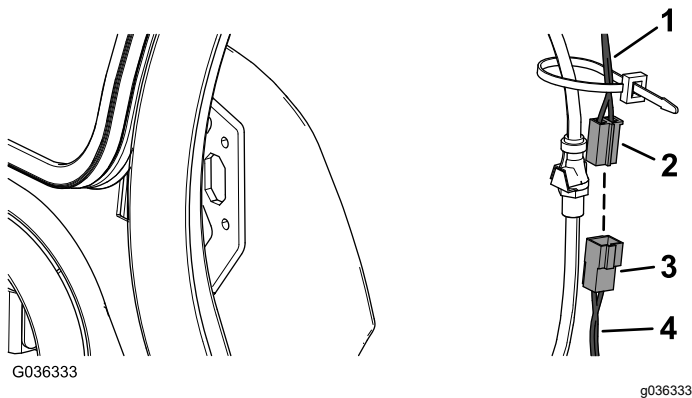

Figura 9
1. Ligue o conector macho no kit de cablagem ao conector fêmea na cablagem da cabina (Figura 9).